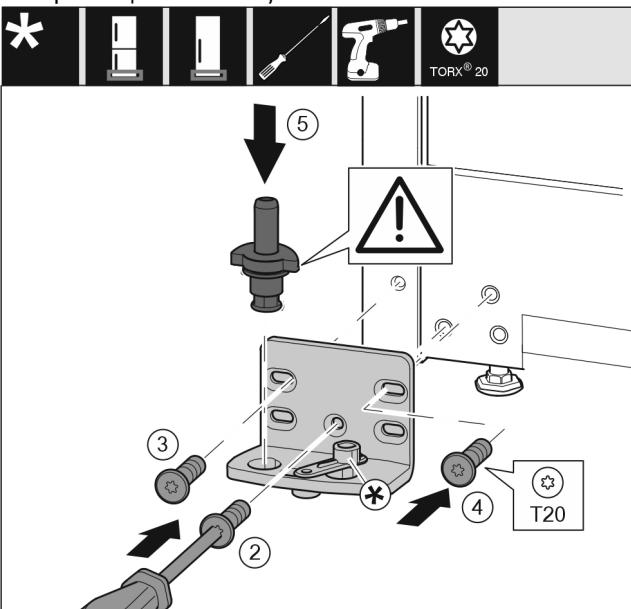

Fig. 16
- Εφαρμόστε το στήριγμα στην άλλη πλευρά και βιδώστε το με τη βοήθεια ενός κατσαβιδιού. Αρχίστε με τη βίδα Fig. 16 (2) κάτω στο κέντρο.
- Σφίξτε τη βίδα Fig. 16 (3) και τη βίδα Fig. 16 (4).
- Τοποθετήστε ολόκληρο τον πείρο Fig. 16 (5). Βεβαιωθείτε ότι το έκκεντρο ασφάλισης είναι στραμμένο προς τα πίσω.